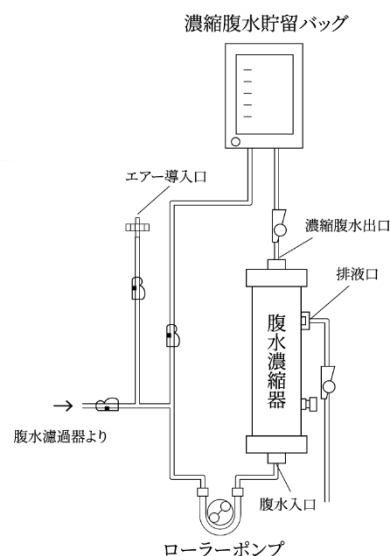

図1-1 ポンプ式の回路図（例）
- ① 腹水濾過器の添付文書に従い、腹水濾過を開始する。
- ② 図 1-1 の場合は排液口に接続した回路のクランプを開ける。
③本品に対して前方のローラーポンプ（以下、前方ポンプとする）を回転させ、50 mL/minを目安とし、徐々に流速を増加する。なお、流速は200 mL/min以下とする。
④本品の腹水入口側の流量と濃縮腹水出口側の流量の比率を本品に対してクランプやローラーポンプ（図1-1、1-2）の操作により調整し、腹水を濃縮する。なお、膜間圧力差（以下、TMPとする）が66 kPa（500 mmHg）以下となるように流量を調節すること。
①ローラーポンプを停止し、腹水の送液を止める。
②濃縮腹水貯留バッグ中の濃縮腹水が、腹水入口、濃縮腹水出口、濃縮腹水貯留バッグのみに通液するようにクランプを操作する。
③本品の前方ポンプを回転させ、50 mL/minを目安とし、徐々に増加する。なお、流速は200 mL/min以下とする。
④図1-1の場合は、排液口に接続した回路のクランプを開ける。
⑤本品の腹水入口側の流量と濃縮腹水出口側の流量の比率を、クランプやローラーポンプ（図1-1、1-2）の操作により調整し、腹水を濃縮する。なお、TMPが66 kPa（500 mmHg）以下になるように流量を調節すること。